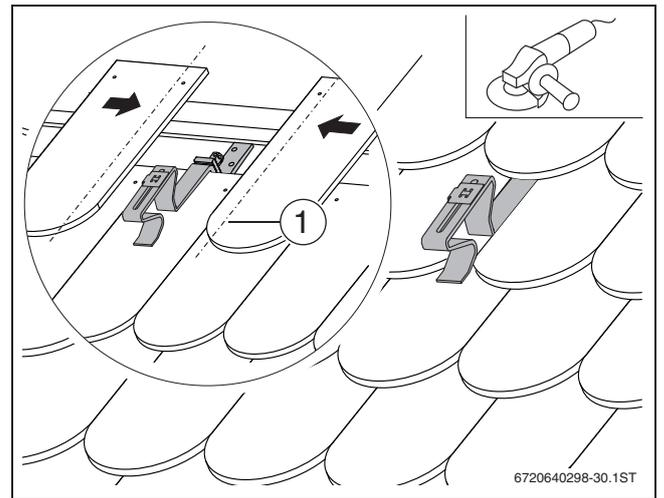

Fig. 156 Gancio da tetto per SKN4.0 montato su una copertura con embrici
Le figure 156 e 157 mostrano il fissaggio del gancio da tetto (pos. 2) su una copertura con embrici. Il taglio e il fissaggio degli embrici è a carico del committente.